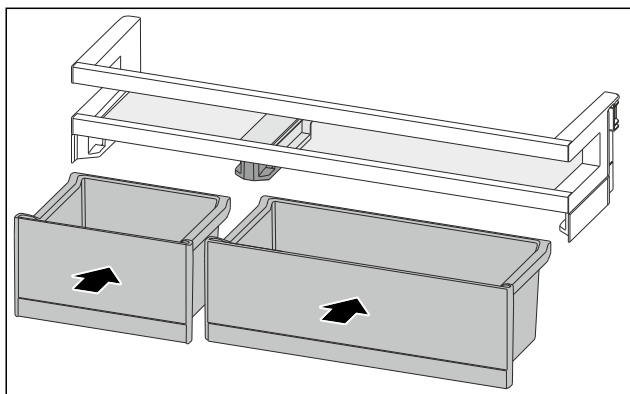

Fig. 173
- ▶ VarioBoxy vložte v opačném pořadí. (viz Fig. 173)